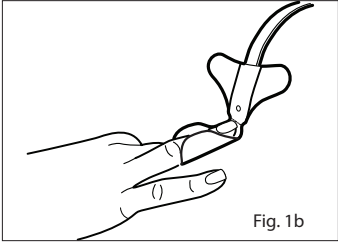

Fig. 1b
3. Reportez-vous à la Fig. 1b. Pressez les ailes adhésives, une par une, sur le doigt. La fenêtre du détecteur doit être complètement couverte pour assurer la précision des mesures.